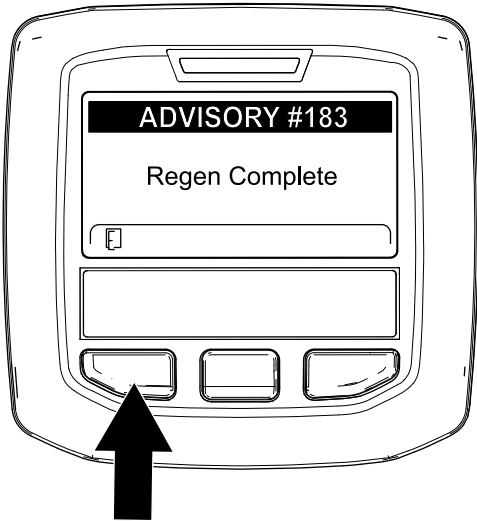

Figure 62
9. Quand le calculateur moteur achève une régénération en stationnement ou d'urgence, l'InfoCenter affiche ADVISORY #183 (avis n° 183) (Figure 62). Appuyez sur le bouton gauche pour quitter l'écran d'accueil.
Remarque: Si la régénération échoue, l'InfoCenter affiche Advisory #184 (avis n° 184) (Figure 62). Appuyez sur le bouton gauche pour quitter l'écran d'accueil.